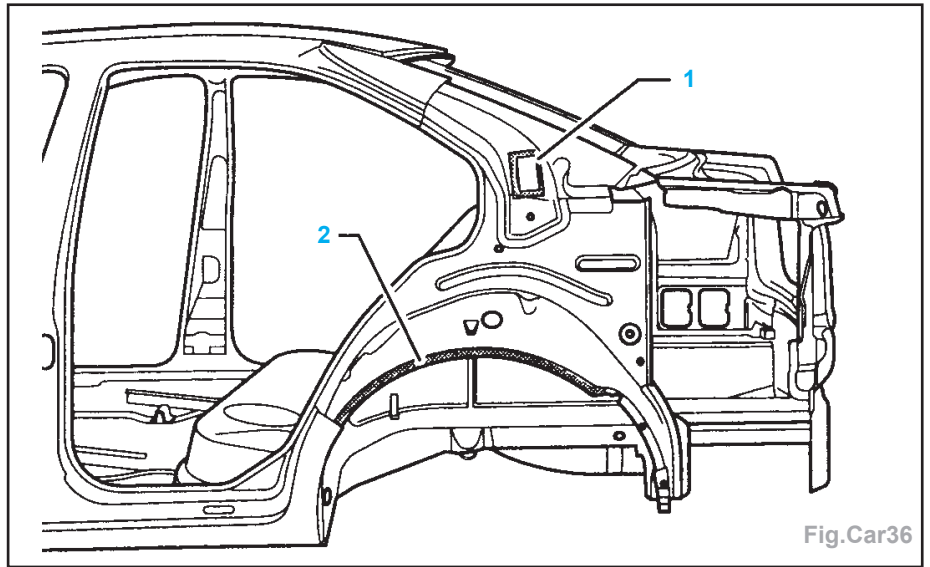

Fig.Car.36
- Reporter la ligne de coupe sur la pièce neuve et découper la zone hachurée (Fig.Car.36).